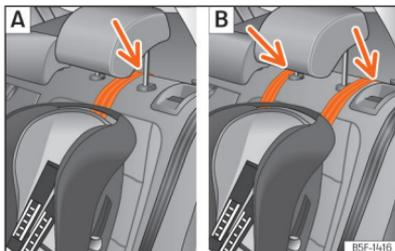

Fig. 39 Bancos traseiros: ajuste e montagem em função do cinto Top Tether.
- Coloque a correia por baixo do encosto de cabeça (em função das instruções da própria cadeira, levante ou retire o encosto de cabeça se for necessário) >>> **Fig. 39**.